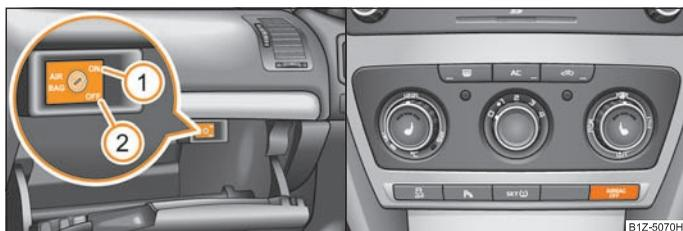

Fig. 140 Vide-poches: Contacteur pour airbag frontal du passager avant / témoin de neutralisation de l'airbag du passager avant
- si les airbags sont neutralisés, ceci est signalé dans la partie centrale du tableau de bord par les témoins de contrôle **AIRBAG OFF** qui s'allument ⇒ page 163, fig. 140 - à droite.
- A l'aide de la clé amenez la fente du contacteur de l'airbag sur la position ② (OFF) ⇒ fig. 140.
- Le contact étant mis, contrôlez si les témoins de contrôle **AIRBAG OFF** s'allument dans la partie centrale du tableau de bord ⇒ fig. 140 - à droite.
- A l'aide de la clé amenez la fente du contacteur de l'airbag sur la position ① (ON) ⇒ fig. 140.
- Le contact étant mis, vérifiez si le témoin de contrôle de l'airbag **AIRBAG OFF** ne s'allume pas au centre du tableau de bord ⇒ fig. 140 - à droite.
Le témoin de l'airbag se trouve dans la partie centrale du tableau de bord ⇒ fig. 140 - à droite.